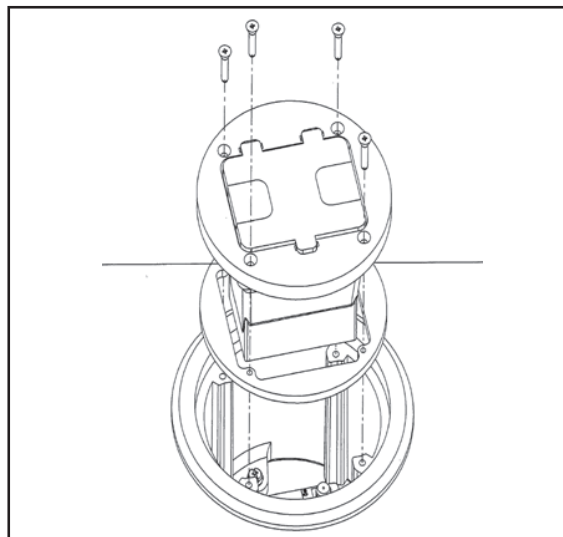

FIGURE 5
19. Assemble Cover assembly to Carpet Flange. (Fig. 5).
19. Fixer l'ensemble de couvercle au collet pour tapis. (Fig. 5).
19. Acoplar el conjunto de la tapa al reborde para alfombra. (Fig. 5).